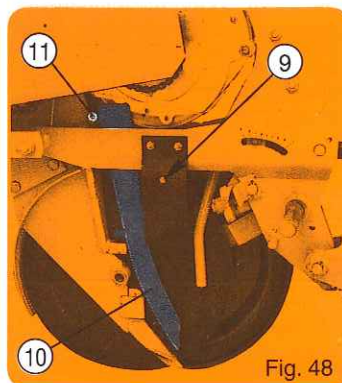

Fig. 48
Avant toute nouvelle campagne et même en cours de campagne, vérifier l'état des goulottes de descente ⑩ : de leur bon état dépendra la régularité du semis. Ne pas hésiter à les remplacer si elles sont usées ou détériorées. Pour les démonter, retirer l'axe ⑪ après avoir enlevé une des roues jauge et un disque ouvreur (fig. 48). Le rôle des chasse-mottes ⑫ est de dégager la surface du sol et non de creuser un sillon, celui du couteau est de fendre les sols durs et d'écartier les cailloux de la trace des disques ; il faut donc les régler dans ce sens. Leur utilisation sur terrains encombrés de grosses pierres est délicate car ils peuvent provoquer des bourrages et blocages. Il faut dans ce cas leur préférer le montage sur support flexible (fig. 52) très efficace en conditions difficiles.
Adjust the pressure of the scrapers of discs by means of bolts ⑨. Before each new planting season and even during planting, check if the drop tubes ⑩ are in good condition as consistent and regular seeding will depend on this. Do not hesitate to replace them if they are worn or damaged. To replace them, remove shaft ⑪ after removing one of the gauge wheels and one furrow disc opener (fig. 48). The function of clod removers ⑫ is to clear the surface of the soil but not to plow a furrow. One of the coulters is to slice open hard soil and move stones away from the track of the disc opener. They need to be adjusted accordingly. Using them in stony soils may be a problem because they can cause clogging and blocking. In this case it is better to choose an assembly with a flexible support bracket (fig. 52) which is efficient in difficult soil conditions.
Ajustar la presión de los quitaterrones de discos mediante los pernos ⑨. Antes de una nueva campaña e incluso durante una campaña, controlar el estado de los conductos de caída ⑩ ya que de este buen estado dependerá la regularidad de la siembra. No vacile Vd en cambiarlos si están gastados o deteriorados. Para desmontarlos, saque el eje ⑪ después de quitar una de las ruedas de profundidad y un disco abresurco (fig. 48).
Per smontarli, togliere l'asse ⑪ dopo aver tolto una delle due ruote di livello e un disco aprisolco (fig. 48).